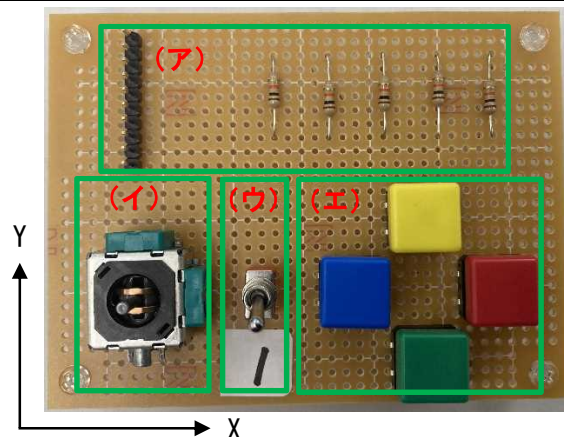

図 3 入力回路① 部品配置図（写真は仕様 1 の例）
- (k) 部品の配置はおおよそ図 3 のように製作する。部品間のピッチ幅や位置関係の多少の相違点は問題ない。ただし、タクトスイッチについては、図のように十字に 4 個を並べることとする。
- (n) 設計した回路を資料 3 「入力回路① はんだ付け基準」に基づき製作する。